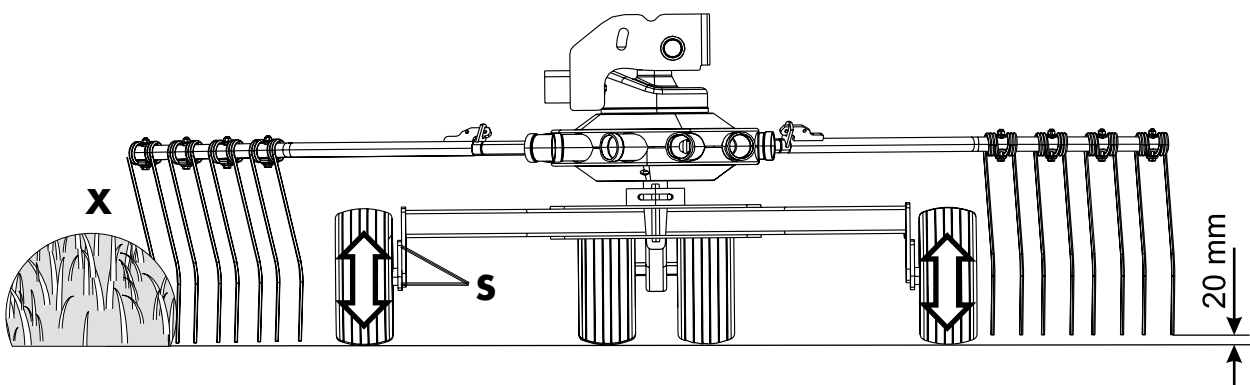

Bild 4-5
- Alle drei Schrauben M12 (S) lösen (Bild 4-5)
- Zum Schwad hin (X) sollten die Zinken ca. 20 mm tiefer stehen.
- Schrauben M12 (S) mit 85 Nm wieder anziehen